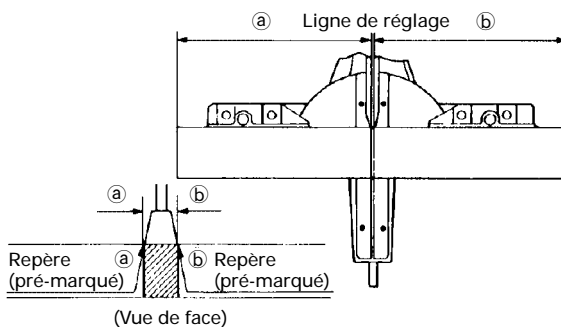

Fig. 25
- (1) Comme indiqué à la Fig. 25, la largeur de la lame est la largeur de coupe. En conséquence, glisser la pièce vers la droite (vue de la position de l'opérateur) pour obtenir la longueur **b**, et sur la gauche pour obtenir la longueur **a**.